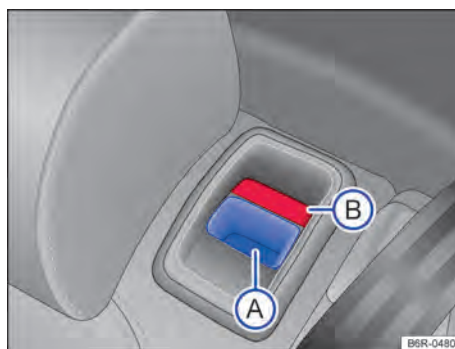

Fig. 62 Banco traseiro: botão de destravamento (A); marca vermelha (B).
- Puxar o botão de destravamento → Fig. 62 (A) para frente e, ao mesmo tempo, rebater o encosto do banco traseiro para frente.
- A marca vermelha no botão → Fig. 62 **B** sinaliza que o encosto do banco não está travado. Verificar sempre se a marca vermelha não estará visível quando o encosto do banco traseiro estiver na posição vertical.